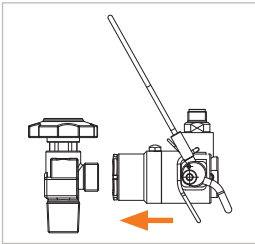

Abbildung 8
- ▶ Stecken Sie den Adapter gerade und locker bis zum merk- baren Dichtungskontakt auf das Flaschenventil (Abbildung 8). Dadurch wird einer Beschädigung der Frontdichtung durch eventuell scharfe Kanten am Flaschenventil vorgebeugt und das richtige Anschließen gewährleistet.